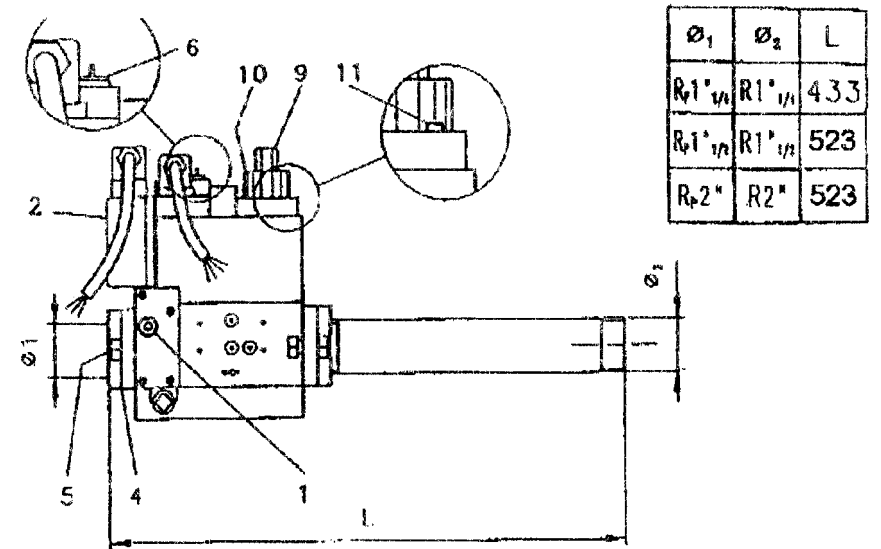
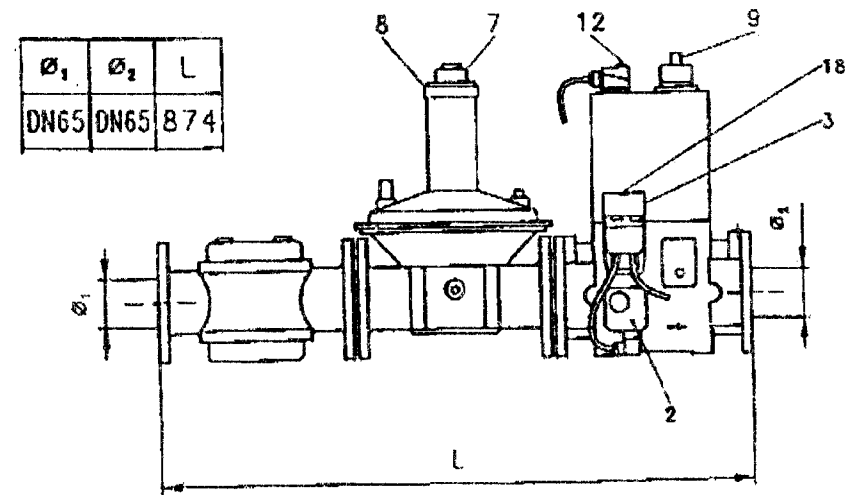

Рис. 3
Рис. 4
При необходимости ее установки с правой стороны от горелки, перенести приемку газа (1) газовой линии (Рис. 3), пресостат минимального давления газа (2) и контроль герметичности (если он есть) на противоположную сторону от группы клапанов линии газа (Рис. 4).
Соединения между магистральной линией газа и линией управления осуществляются при помощи фланца (4), поставляемого вместе с винтами (5) (Рис. 3).
Линия управления газа (Рис. 4):
### Линия управления газа (Рис. 4)
Работа стабилизатора давления более эффективна при большой потере давления  $\Delta p$  на входе и выходе стабилизатора. Кроме того, ее функциональность увеличивается при увеличении давления на выходе от стабилизатора. Это увеличение давления достигается ограничением открытия клапанов, которые находятся после стабилизатора. Выходное давление, которое отражается на линии управления (Рис. 3), начиная со стабилизатора в сторону минимального газа или в сторону приемки  $P_c$  контроля герметичности. Если контроль герметичности присутствует, то давление может измениться в пределах 10 - 30 мбар. Если понадобятся другие значения давления, то замените синюю пружинку (отвинтите крышку (8)) на другую (например, на пружинку красного цвета) = 25 и 55 мбар или черного цвета 50 - 110 мбар и т.д.).
В случае, когда линия управления присоединена к газу, который может иметь изменения давления в зависимости от тепловой мощности, тогда стабилизатор необходимо отключать. В линии газа (Рис. 3) регулировка осуществляется с помощью специального устройства, в других газовых линиях регулировка осуществляется завинчиванием до упора оси регулирования.
#### Линия управления газа (Рис. 3)
### Линия управления газа (Рис. 3)